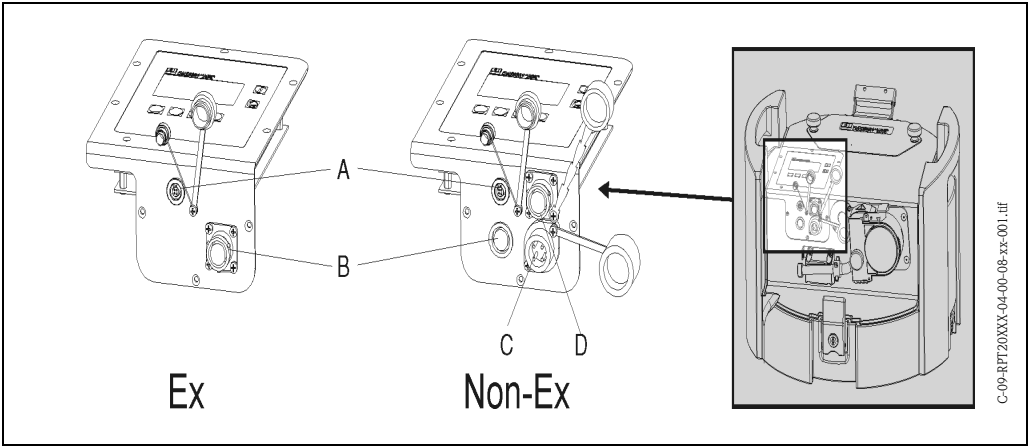

Fig. 4: Raccordements électriques de l'appareil
4.1.1 Raccordement du câble signal (→ Fig. 4, Pos. B)
4.1.2 Raccordement de l'interface RS232 (→ Fig. 4, pos. A)
4.1.3 Raccordement du chargeur (→ Fig. 4, pos. C)
4.1.4 Raccordement de la sonde multiparamètres (en option ; → Fig. 4, rep. D)